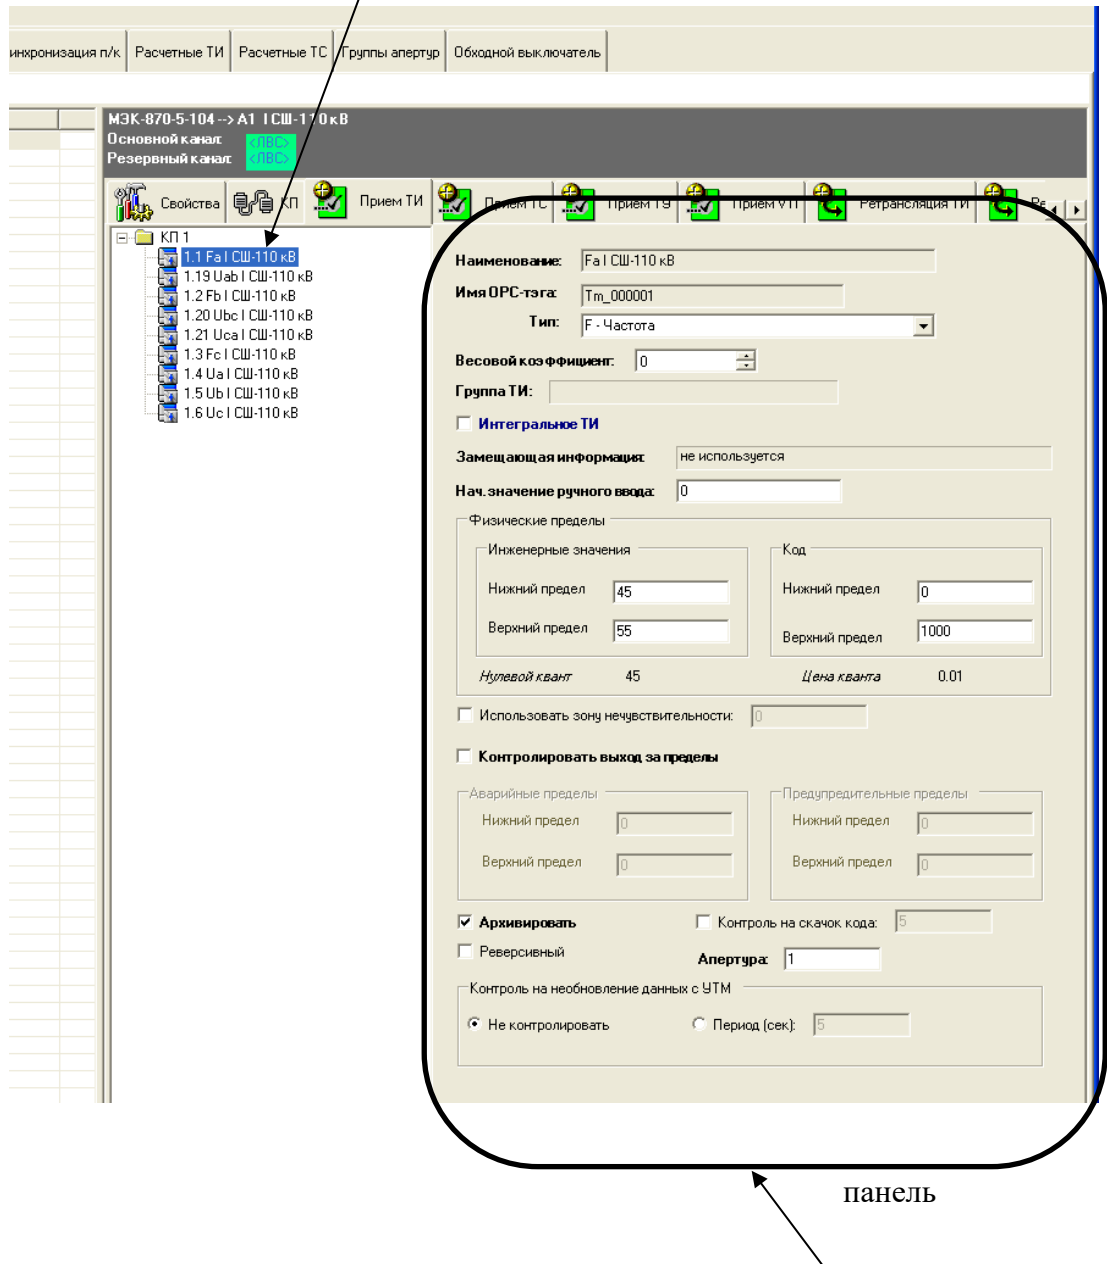

Рисунок 28. Отображение свойств выбранного ТИ
- 2) щелкните на интересующем ТИ в таблице/дереве телеизмерений – в правой части закладки «Прием ТИ» будут отображены свойства выбранного ТИ (см. рисунок 28). Измените свойства ТИ на панели свойств ТИ в правой части закладки.